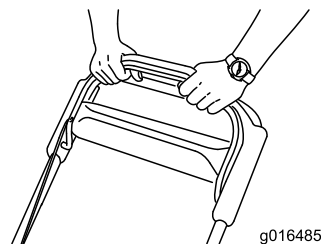

Bild 24
3. Halten Sie den Schaltbügel gegen den Bügel gedrückt (Bild 24).